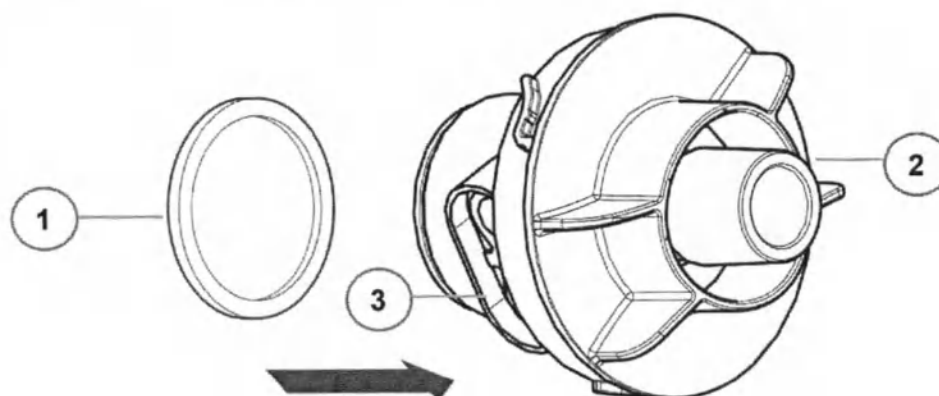

Рисунок 3.7 – Сборка клапана выдоха
- 1 Если металлический вкладыш основной силиконовой мембраны (см. рисунок 3.7, поз. 1) был отсоединен, установите его в мембрану (совместите фиксирующий шарик вкладыша с отверстием мембраны и надавите на вкладыш до фиксации его в углублении мембраны).
- 2 Установите основную мембрану в коннектор клапана выдоха (см. рисунок 3.7, поз. 2), равномерно расправив края и избегая перегибов. Металлический вкладыш должен находиться на внешней стороне (его должно быть видно).
- 3 Установите дополнительную силиконовую мембрану экспираторный выпуск коннектора в сборе (см. рисунок 3.7, поз. 3), избегая перегибов и не закрытых участков.